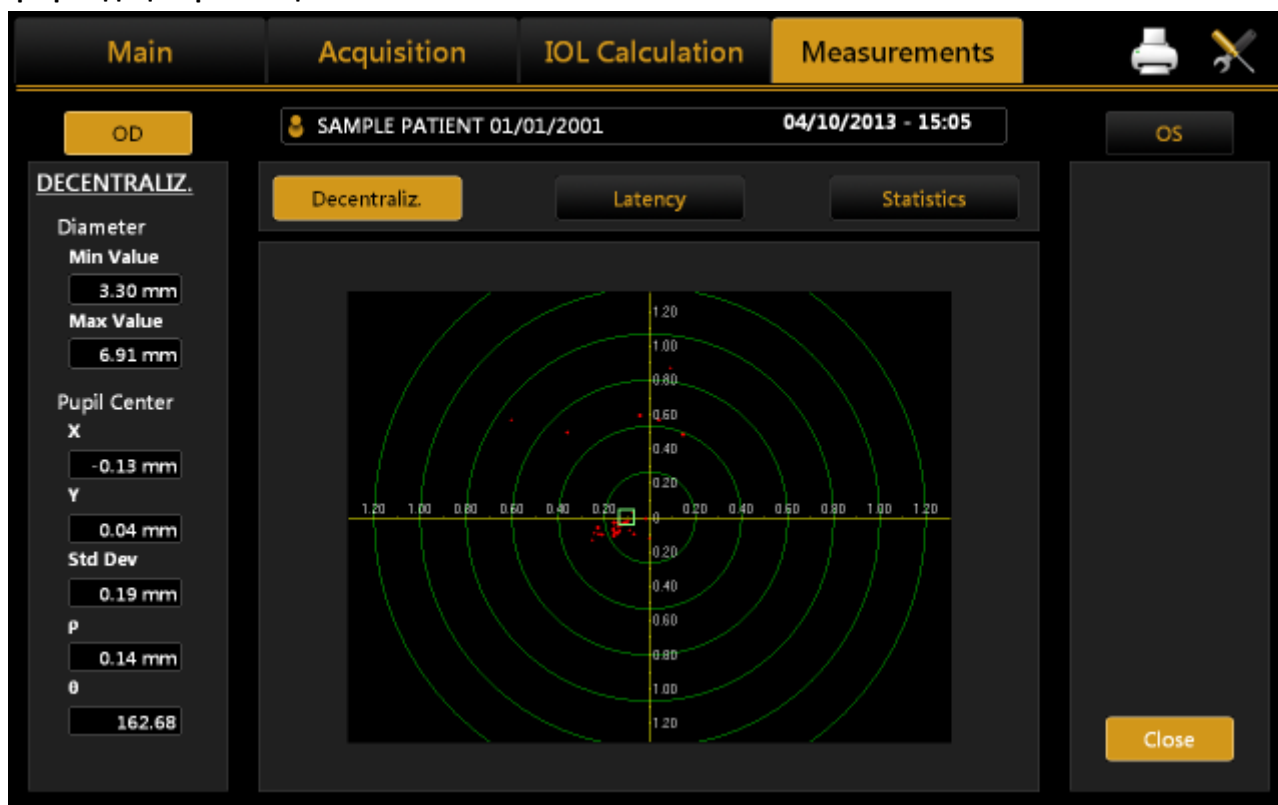

Рис. 68
- **График децентрализации (Decentralization)** (см. рис. 68.)